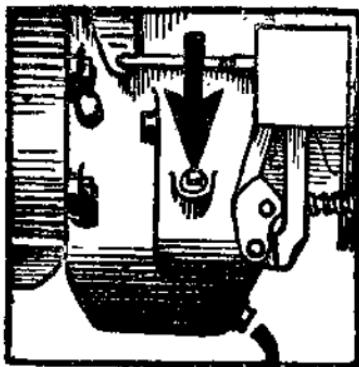

图2 嘉斯—51型汽车变速器油面检查及加放油孔
3. 齿輪油（黑油）：用来潤滑汽車各部的齒輪，如：变速器、差速箱、轉向齒輪箱等处及万向齒軸承。用齒輪油的箱上均有加油孔（也就是油面檢查孔）（如图2、3）。加油时应先清洁加油孔，然后再用黑油槍注入。其油面高度应略低于油面檢查孔为适当。冬季应用冬季齒輪油，夏季应用夏季齒輪油。